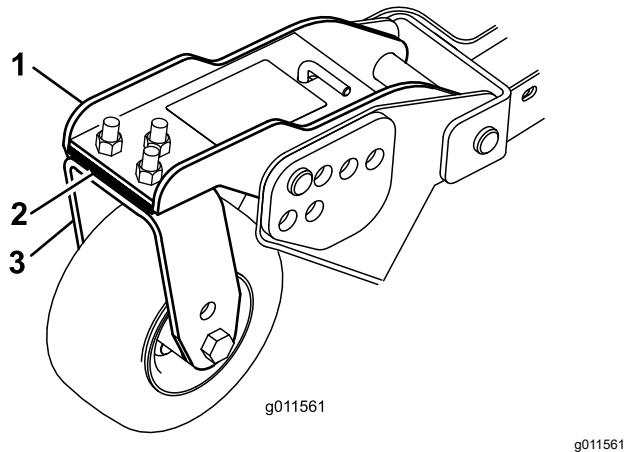

Figure 30
3. Ajoutez ou retirez des cales de 3 mm (1/8 po) sur le(s) bras pivotant(s) avant pour que la hauteur de coupe corresponde à celle indiquée sur l'autocollant (Figure 30).
3. Si le bord intérieur de l'unité de coupe latérale est trop élevé par rapport au bord extérieur de l'unité de coupe avant, retirez une cale de 3 mm (1/8 po) au bas du bras de la roue pivotante intérieure avant de l'unité latérale (Figure 30).